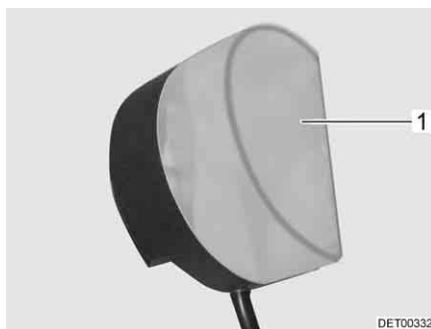

Fig. 195 Luci armadi guardaroba
- Comprimere leggermente e rimuovere la copertura della lampada (Fig. 195,1).